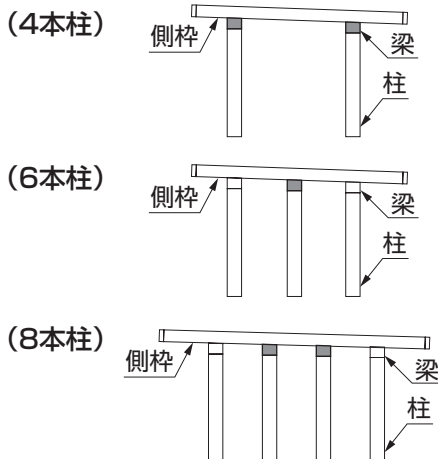

図4-10 側枠取付金具取付位置
- ①図4-10の取付け位置の梁の水下側に側枠取付金具を仮当てし、取付用の下穴φ3.5をあけて【17-1】で取付けてください。